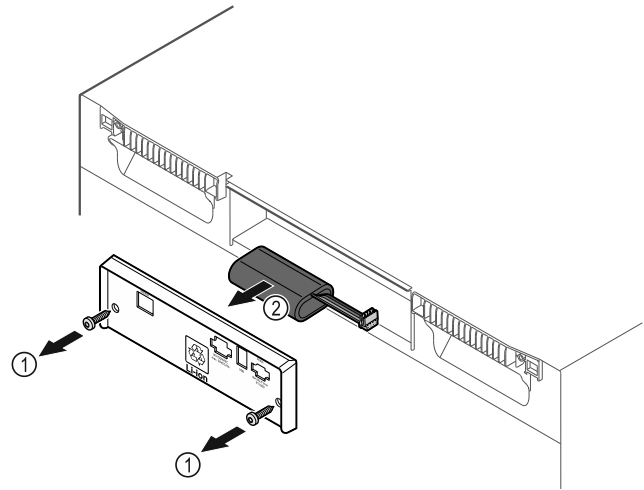

Fig. 201
- ▶ Ξεβιδώστε τις βίδες και αφαιρέστε το κάλυμμα στην πίσω πλευρά της συσκευής Fig. 201 (1).
- ▶ Αποσυνδέστε και τραβήξτε έξω την μπαταρία Fig. 201 (2).